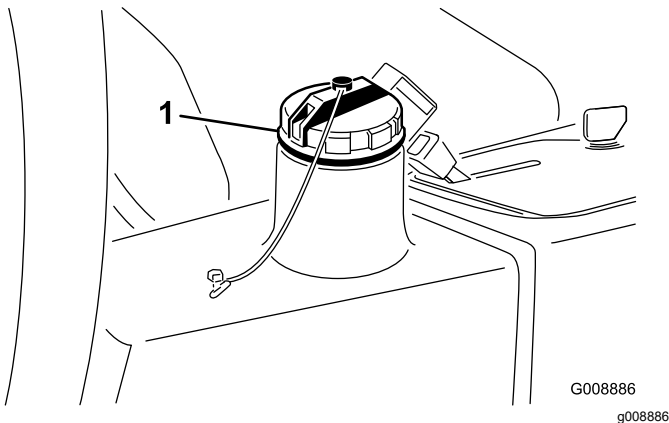

**Figura 78**
2. Desconecte la manguera hidráulica grande (Figura 78) del depósito y deje fluir el aceite hidráulico en un recipiente apropiado.